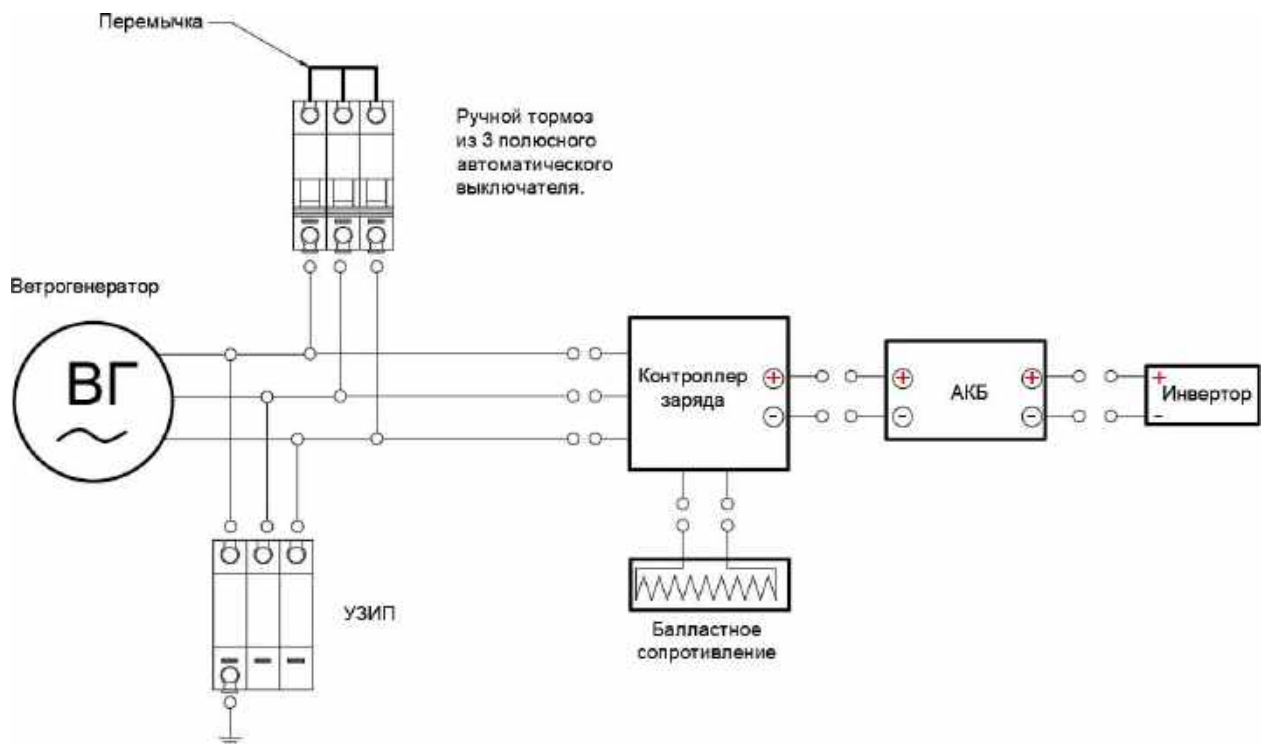

Рисунок 7 – Электрическая схема установки ручного тормоза и УЗИП.
5.2.1. Установите устройство защиты от импульсных перенапряжений (УЗИП) класса II (С) перед контроллером заряда ветрогенератора (рисунок 7).